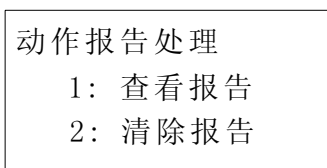

图 7-9 报告子菜单
7.2.4 “报告”：进行与报告相关的操作。本装置 FLASH 区可保存不少于 100 个最近发生的历史报告, 该菜单分二个子菜单, 如图 7-9 所示: